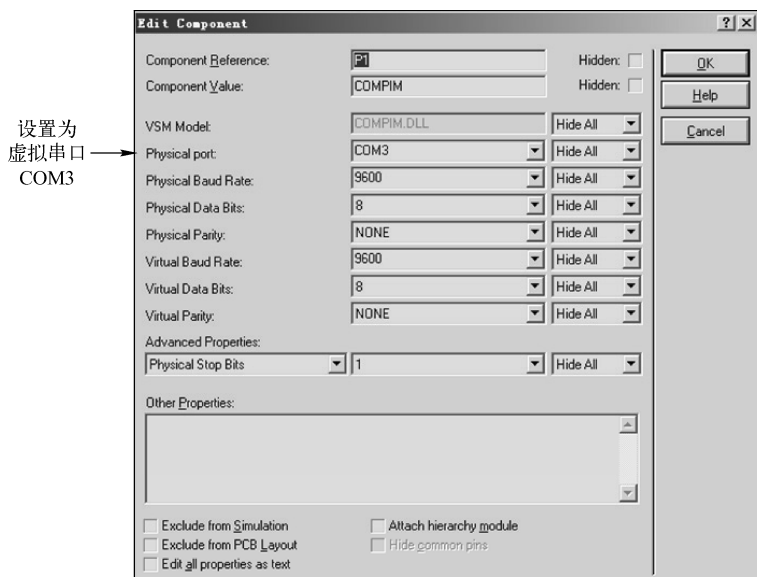

图 7.13 将 COMPIM 和虚拟串口映射
(4) 双击打开 COMPIM 的设置对话框，将其映射到两个虚拟串口中的一个上，如图 7.13 所示映射到 COM3 上，并且设置好相关的通信参数，如波特率、数据位等。